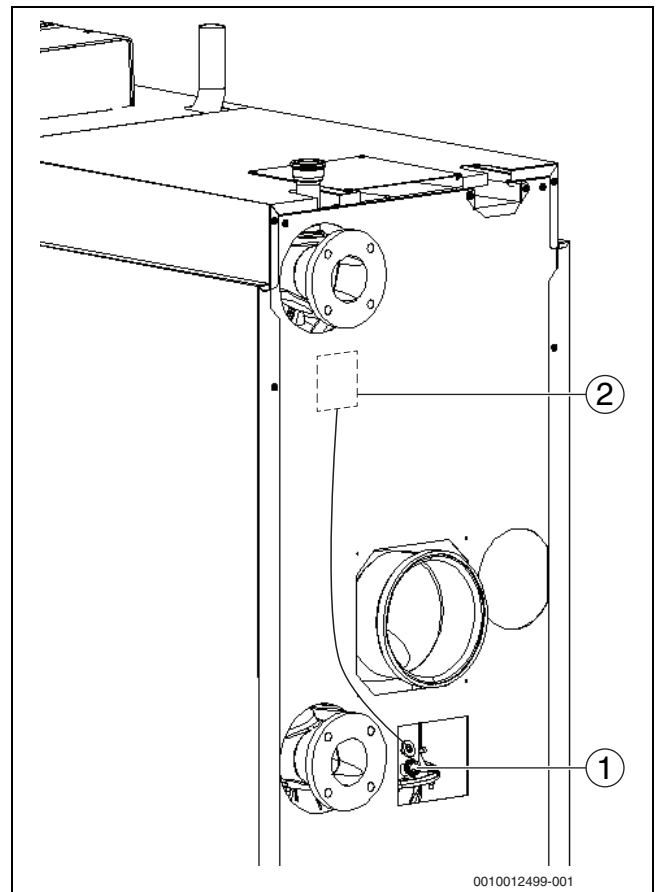

Bild 28 Messwerte aufnehmen (Kesselgröße 150-300 kW)
- ▶ Messfühler durch die Messöffnung (→ Bild 28, Seite 29) im Abgassammler in den Kernstrom halten und CO2-Gehalt kontrollieren.
- ▶ Messfühler durch die Messöffnung (→ Bild 28, Seite 29) im Abgas-rohr in den Kernstrom halten und CO2-Gehalt kontrollieren.
- ▶ Folgende Messungen an der Messstelle im Kesselanschlussstück (→ Bild 28 und 29) durchführen und im Inbetriebnahmeprotokoll (→ Kapitel 17.6, Seite 63) eintragen: